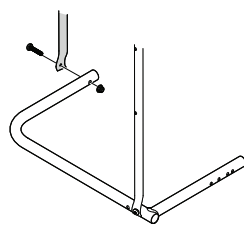

Figure 4
3. Ajoutez un second long tube droit, comme sur la Figure 4. Faites-le tenir avec un boulon et un écrou.